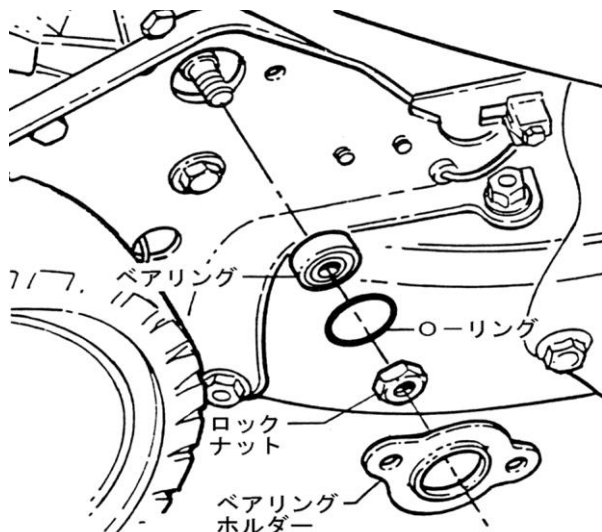

図 6-13
⑥ 六角シャフトプーリーのベアリングの交換
2. 9/16 インチのスパナでロックナットを外します。(図 6-13)